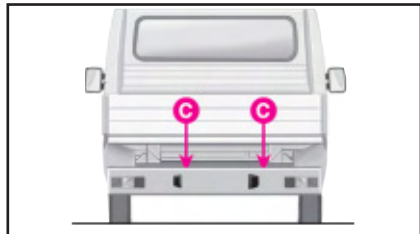

fig. 3
– draai de twee bouten **C-fig. 3** aan de binnenkant van de bumper los (uitvoeringen chassis/cabine en pick-up)